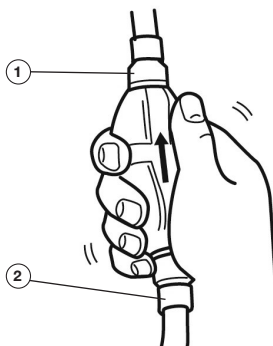

Рис. 26 Топливный насос
3. Нажимайте на топливный насос до тех пор, пока не почувствуете, что он наполнился (Рис. 26).